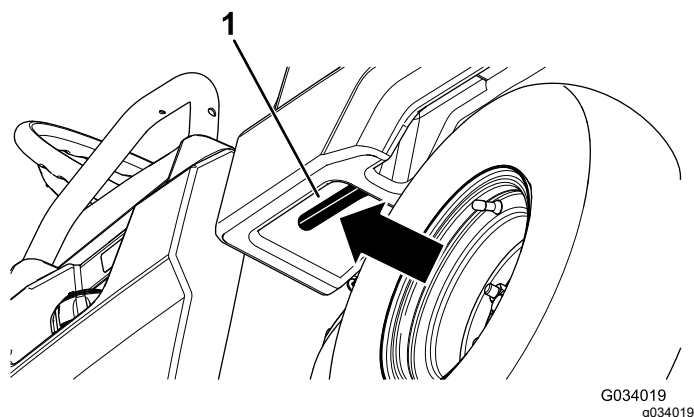

Figura 7
2. Puxe a alavanca para a esquerda, dentro da plataforma de carga, para si, e eleve a plataforma de carga (Figura 7).